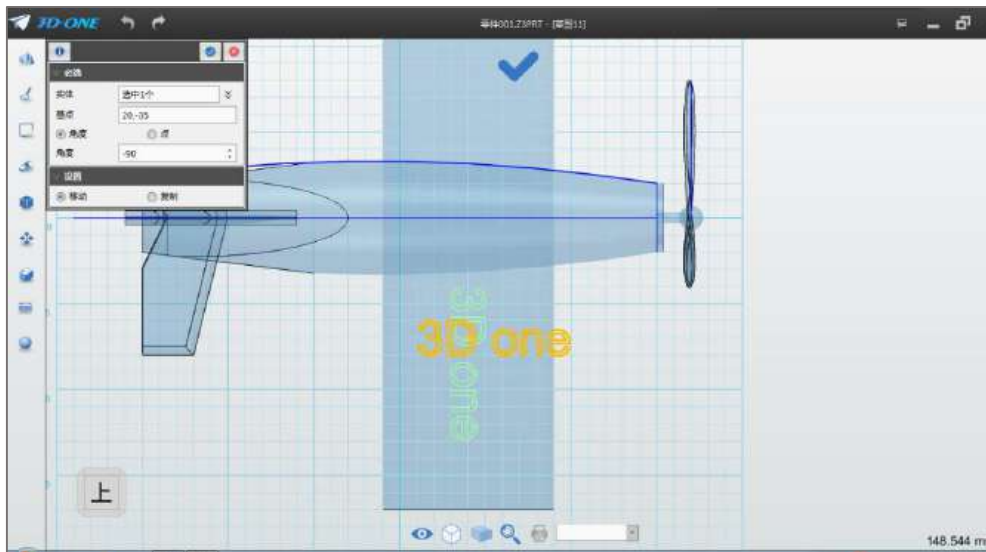

图 4-6
Step 6 点击确定。将文字旋转 90° ，选择选择命令 ，实体选择绘制的文字，角度设为 -90° ，基点根基预览图效果，放置文字，如下图 4-6 所示：